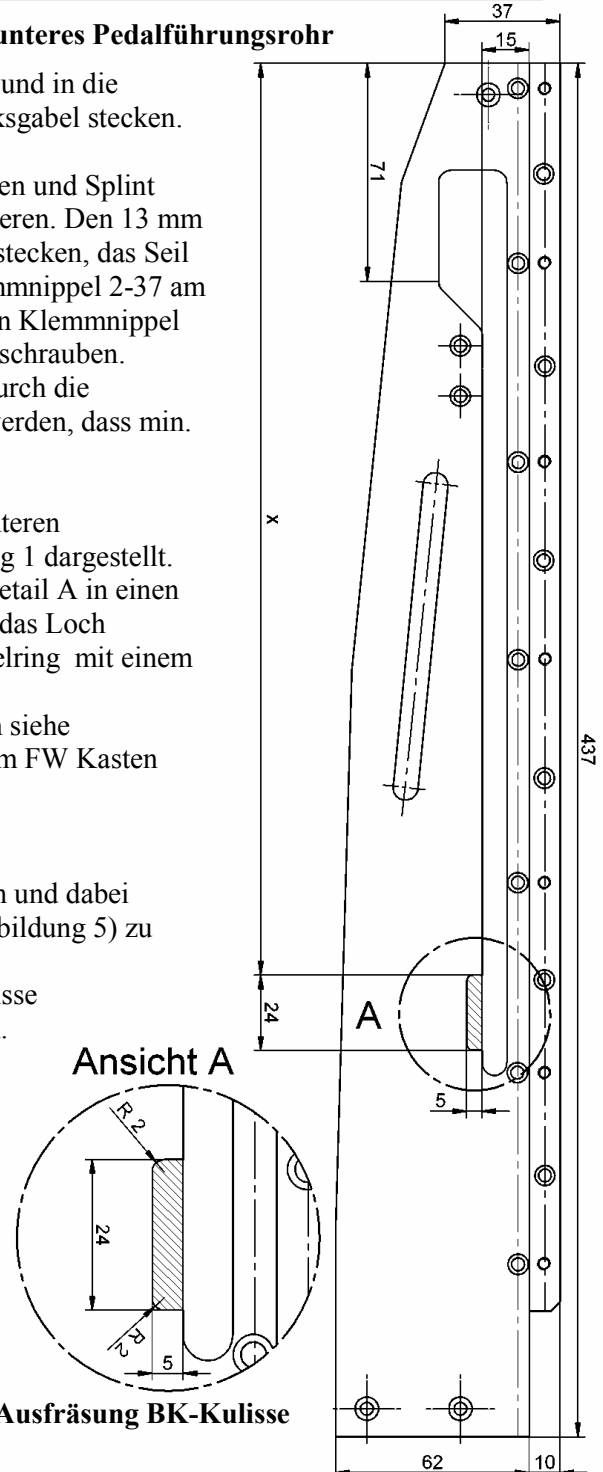

Abbildung 5, Ausfräsung BK-Kulisse
24. Dazu Flugzeug aufbauen und Bremsklappen ausfahren und dabei die Radbremse kräftig anziehen um das Maß X (s. Abbildung 5) zu bestimmen.
25. Den schraffierten Bereich in Abbildung 5 auf der Kulisse anzeichnen und den Bereich aus der Kulisse ausfräsen.